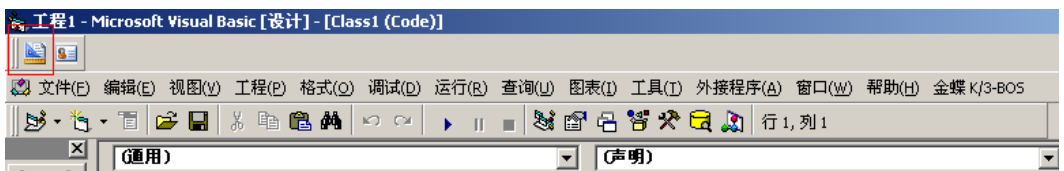
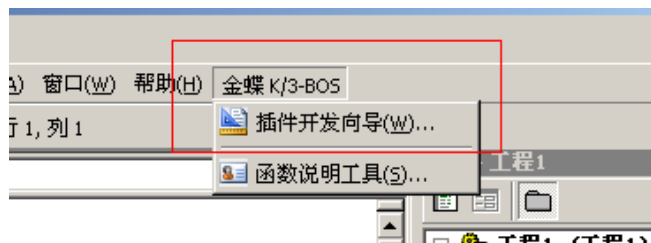

图 11-8
图 11-9
2. 打开插件开发向导。打开插件开发向导有 2 种途径 第一单击如图 11-8 工具栏上的图标，第二单击菜单栏上的 金蝶 K/3-BOS -> 插件开发向导 如图 11-9